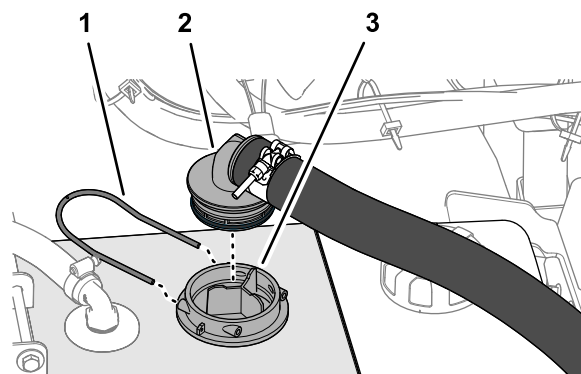

Figura 17
1. Inserte el acoplamiento dentado de 90° de la manguera de aspiración en el alojamiento del filtro de aspiración hasta que el acoplamiento esté totalmente asentado (Figura 17).
2. Fije el acoplamiento dentado de 90° en el alojamiento del filtro de aspiración con la horquilla de retención (Figura 17).